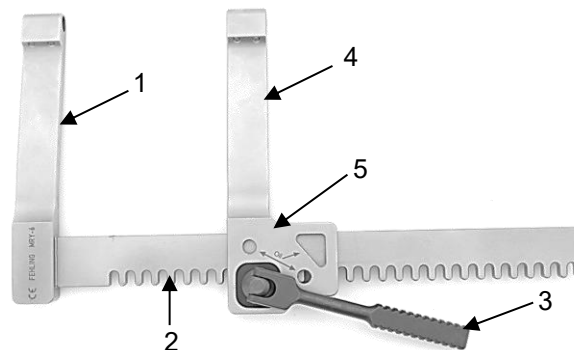

Abb. 14
Abbildung 14 zeigt den MARJAN MGH Spreizer, welcher ein U-förmiger Balkenspreizer mit Ritzel ist. Der Balkenspreizer besteht aus einem festen Spreizerarm (1), einer Zahnstange (2) und einem beweglichen Spreizerarm (4).